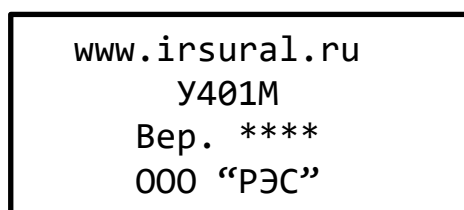

Рисунок 7 – Заставка при включении компаратора
2.4.2 При включении питания компаратора на индикаторе должна высветиться заставка (рисунок 7).